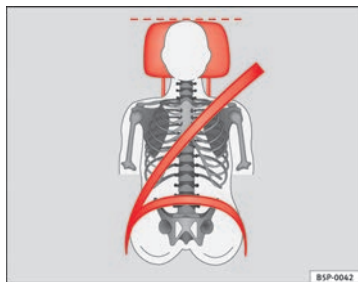

Abb. 13 Richtiger Gurtbandverlauf und richtige Kopfstützeinstellung von vorne betrachtet
- Das Schultergurtteil des Sicherheitsgurtes muss über die Schultermitte und niemals über den Hals verlaufen. Der Sicherheitsgurt muss flach und fest am Oberkörper anliegen ⇒ Abb. 13.